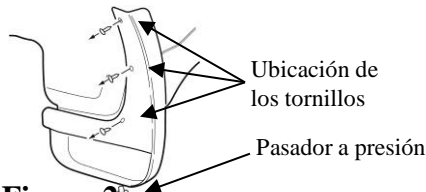

Figura 2
1. Retire los protectores de salpicaduras de los receptáculos de las ruedas tanto del lado del conductor como del pasajero quitando los (3) tornillos de estrella y un pasador a presión, en cada lado, como se muestra en la **figura 2**. Conserve los protectores de salpicaduras y tornillos para la reinstalación.